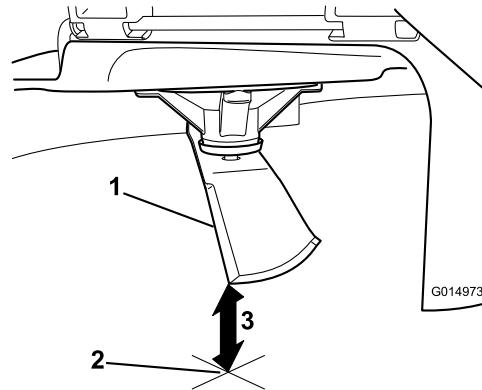

Figura 79
5. Mida desde la punta de la cuchilla hasta la superficie plana (Figura 79).